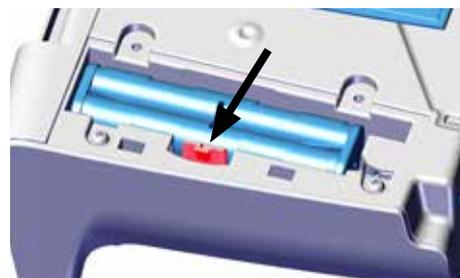

Fig. 2
- ⇒ Presione el clip de sujeción (Fig. 2) hacia un lado y extraiga el soporte de las pilas.